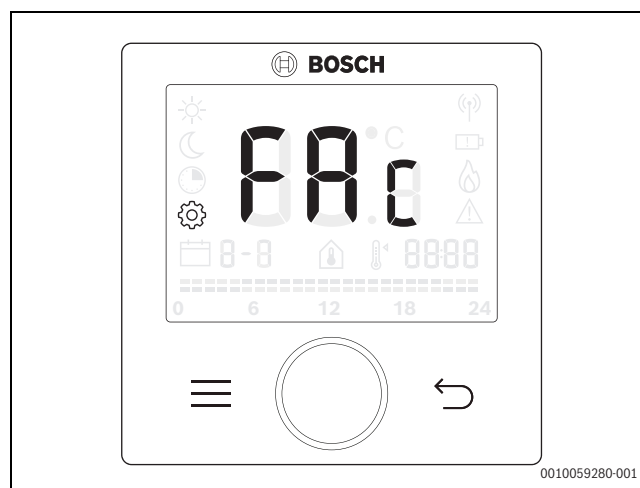

Fig. 14
- ▶ Maintenir la touche menu appuyée jusqu'à ce que l'écran corresponde à la → Fig 14.